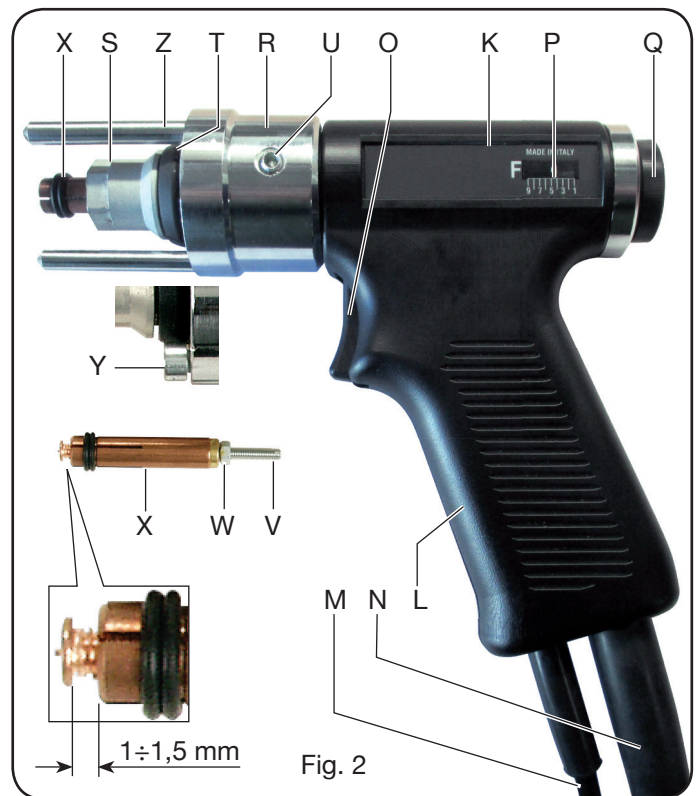

Fig. 2
Stel het uitstekende deel van het tapeinde aan de voorkant van de klem af op $1 \div 1,5$ mm met de schroef **V** en zet hem vervolgens met de moer **W** (afbeelding 2) vast.
Breng de klem **X** aan in de houder van het laspistool (afb. 2) en druk hem stevig aan. Draai de moer **S** vast met de geleverde inbussleutel 17-mm.
- breng het gekozen tapeinde aan in de klem **X** (die van tevoren afgesteld is volgens de aanwijzingen van Afb. 2)